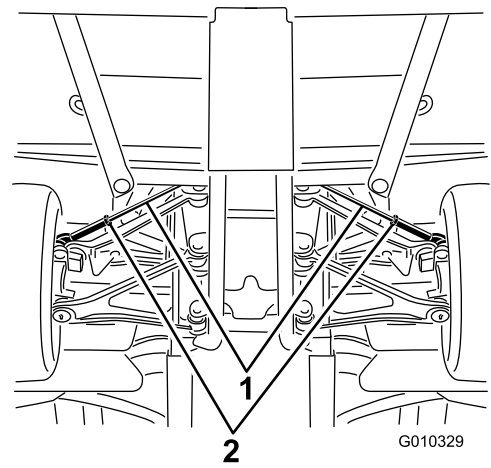

Figura 58
- A. Desaperte a porca de retenção no centro da barra de ligação (Figura 58).